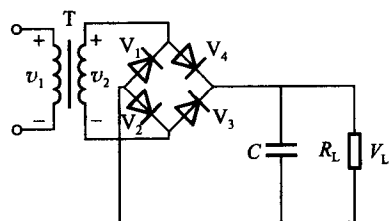

图 1-1
[例 1-2] 整流滤波电路如图 1-1 所示。试问:
(1) 在电容 C 足够大,即 $R_L C$ 值足够大时,通常估算 V_L 值为 $V_L \approx 1.2 V_2$ 。在图 1-1 中, V_L 的极性及电解电容器的极性都是上正下负。
(2) 如果整流二极管 V_2 虚焊,就成了由 V_1 、 V_3 进行半波整流的电容滤波电路,因滤波电容很大,输出电压 V_L 不是正常情况下的一半,而是 $V_L \approx V_2$ (稍低些),流过二极管 V_1 的电流比正常值约大一倍。
(3) 如果把 V_2 的极性接反,则在负半周时,二极管 V_1 、 V_2 将变压器二次绕组短路,形成很大的电流,可能烧坏二极管、变压器,或将熔断器熔断。如果二极管是开路性损坏,则不会烧坏变压器。
(4) 如果 V_2 因过载损坏造成短路,将和(3)的情况接近,可能使 V_1 也损坏;如果 V_1 损坏后造成短路,将可能进一步烧坏变压器。
(5) 如果输出端短路,和(3)、(4)的情况类似。